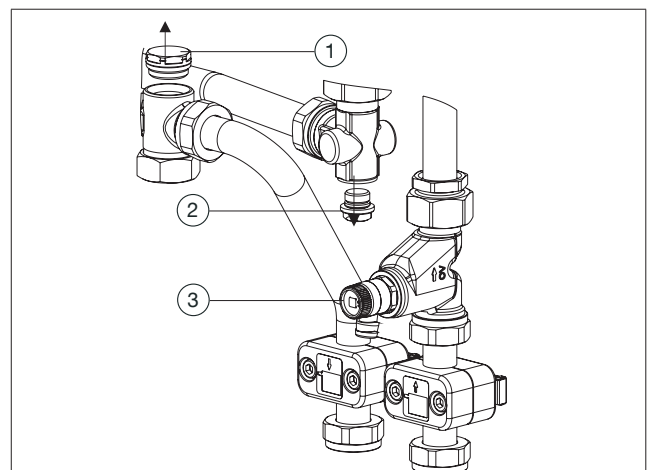

Abb. 6: Ausbau Stopfen Regudis W-HTO
- Schrauben (SW 22) Sie den Blindstopfen aus dem Verteiler heraus (siehe Abb. 6).
- Schrauben (SW12) Sie den Verschlussstopfen aus dem Gehäuse heraus (siehe Abb. 6).